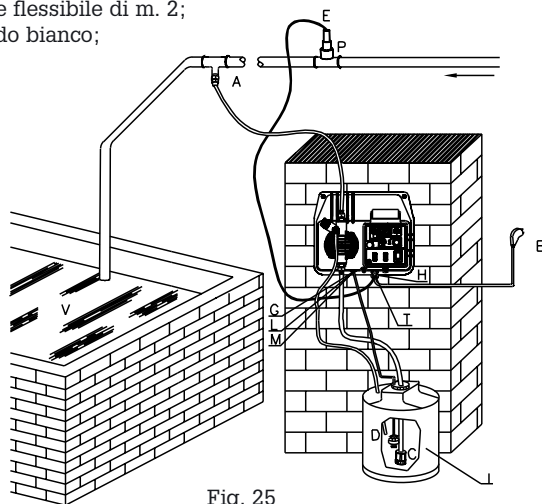

Fig. 25
10.2 - SCHEMA DI IMPIANTO TIPICO (Fig. 25)
10.5 - MESSA IN ESERCIZIO (Fig. 25 - 26)
- C. Collegare l'elettrodo alla pompa dosatrice mediante il connettore BNC maschio (T) ruotandolo di 90°.
- D. Posizionare il "SELETORE FUNZIONI" (13) su pH set ed impostare, mediante il giravite fornito a corredo agendo sul trimmer "pH set" (12), il valore di pH desiderato.
- E. Posizionare il selettore funzioni "13" su pH met. Scegliere tramite l'apposito tasto "ACID/ALK" (5) il tipo di intervento necessario (acido o alcalino). Es. Se si imposta il punto di intervento a pH 9 e si desidera un'acidificazione, posizionare il deviatore in ACID, la pompa inizierà il dosaggio tutte le volte che il pH sarà superiore a 9. Desiderando alcalinizzare, posizionare il deviatore su ALK, la pompa inizierà il dosaggio tutte le volte che il pH sarà inferiore a 9.
- F. Poichè la temperatura del liquido misurato influisce sul valore di pH, posizionando il "trimmer di compensazione della temperatura" (11) sul valore di temperatura esistente nell'impianto è possibile correggere la misura rilevata dalla sonda.
- G. Regolare attraverso la manopola (4) il numero di iniezioni al minuto, riducendo o aumentando la portata della pompa dosatrice secondo le esigenze. A questo scopo è opportuno considerare che bisogna dare tempo all'additivo di miscelarsi, altrimenti il valore che si leggerà sarà diverso da quello effettivo. Tutte le nostre pompe sono collaudate alla massima pressione di esercizio, quindi se l'impianto presenta una pressione inferiore, la portata massima della pompa sarà superiore a quella che ha in specifica.